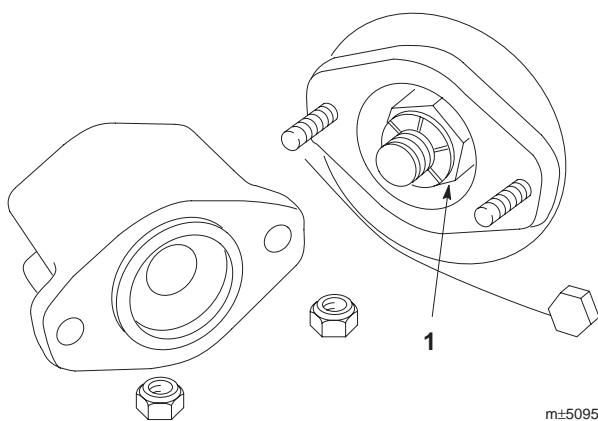

図14
3. リール・シャフトの片側からペアリング調整ナットを外し（図14）、リール・シャフトの反対側から特殊スプラインナットを外す。